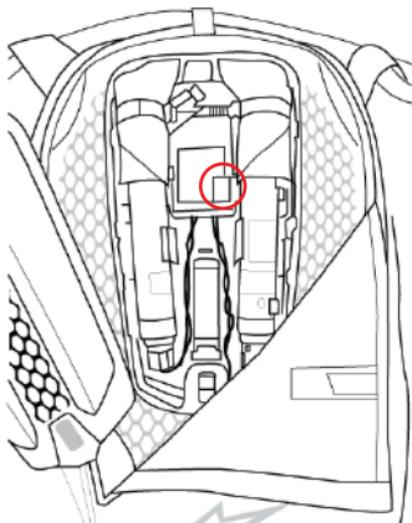

Рисунок 30: Расположение переключателя режима пересылки.
Перед отправкой система **ДОЛЖНА** быть переведена в режим пересылки (Shipping Mode). Для этого пользователь должен получить доступ к электронному блоку системы, открыв электронный отсек (16) и установив переключатель режима пересылки (14) в положение ON, сдвинув белую кнопку вверх (см. рисунок 30). Чтобы вернуть систему в обычный рабочий режим, необходимо перевести переключатель в положение OFF, сдвинув кнопку вниз.